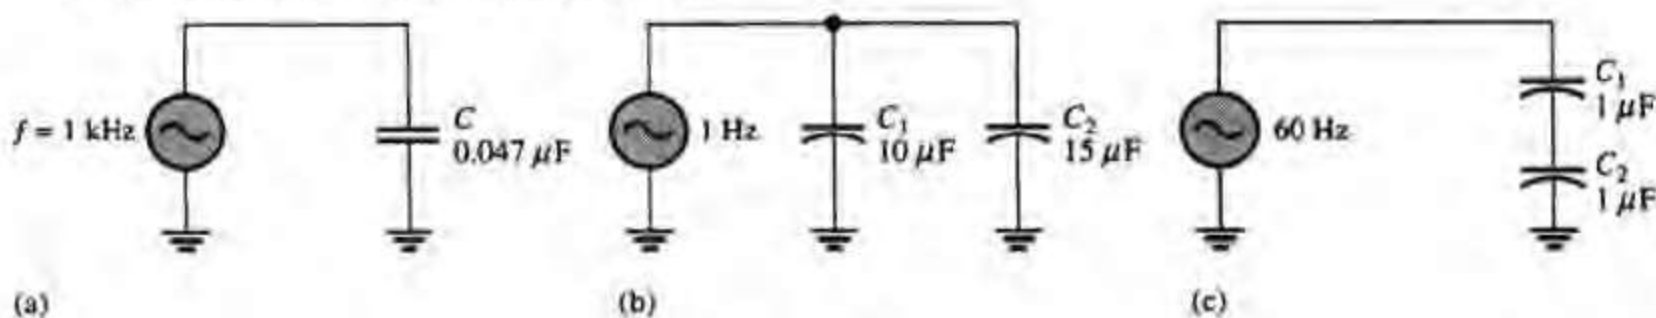

图 13.75
40. 图 13.75 中各个电路的总容抗是多少?
42. 图 13.75 中, 要产生 100Ω 的容抗 X_C , 频率应该是多少? $1 \text{ k}\Omega$ 的容抗呢?